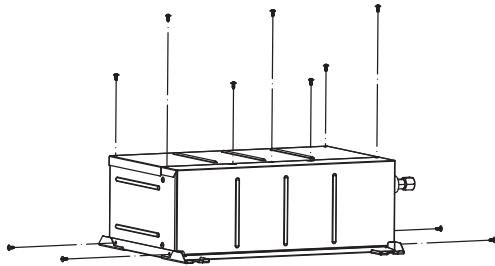

Fig. 4-5
### 4.2. Procédures de changement de direction des tuyaux (Fig. 4-5 ①~⑧)